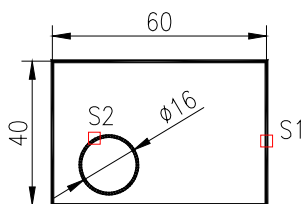

Fig. U9.17
2. Se cere să se afle diferența dintre aria dreptunghiului (construit cu comanda *RECTANG*) și aria cercului din Fig. U9.17.
1. Se cer informații despre dreptunghiul prezentat în exemplul anterior (Fig. U9.17), apoi despre cercul din interior. Se selectează pe rând aceste obiecte.